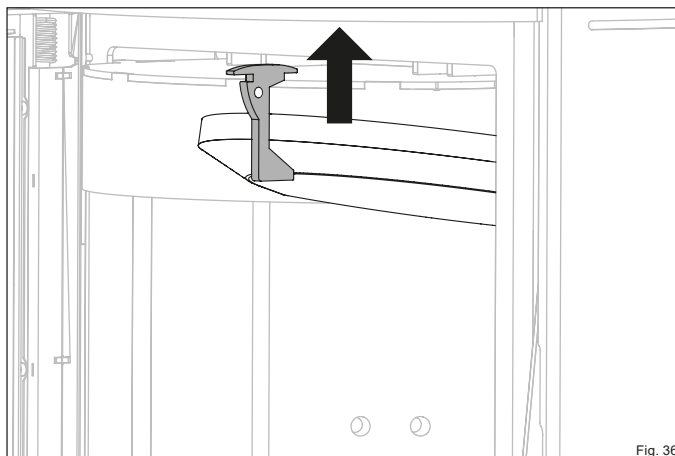

Fig. 36
- Faites glisser le support de la pierre thermique vers le haut (Fig. 36).